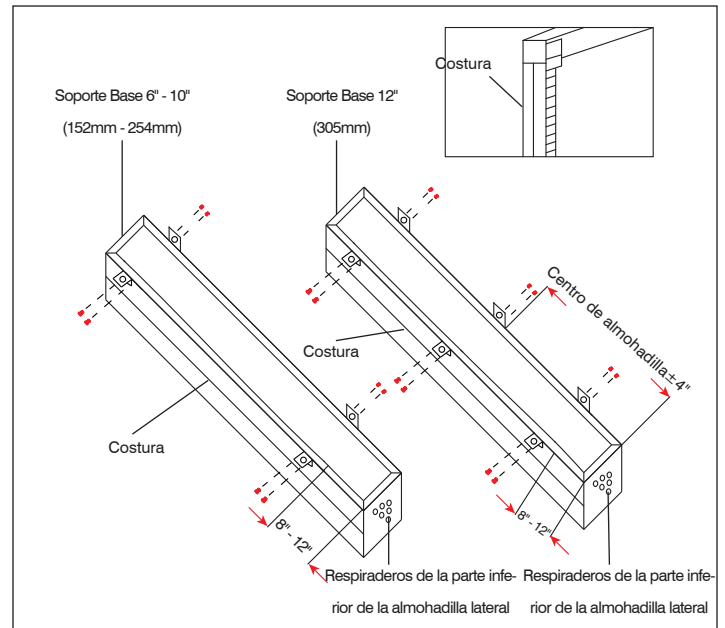

Figura 2
Fije los soportes planos al borde interior de las almohadillas laterales como se muestra en la figura 2 (a, b) usando dos (2) tornillos para madera #14 x 1.5" (22 mm) para cada soporte. Repita el procedimiento en el borde exterior de las almohadillas laterales con los soportes angulares. Coloque los soportes para que se alineen con las juntas de mortero en muros de bloques.